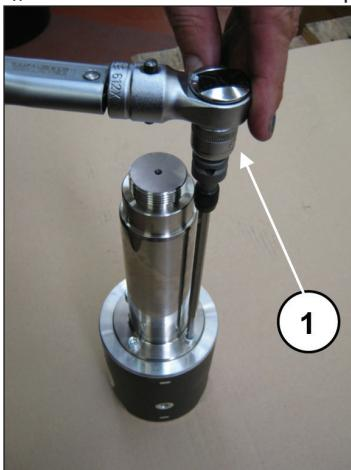

Fig. 46
Bloquer le guide de piston dans un étau à l'aide d'un outil spécial et serrer les vis à l'aide d'une clé dynamométrique (rep. ①, Fig. 46), en suivant les indication du chapitre 3.